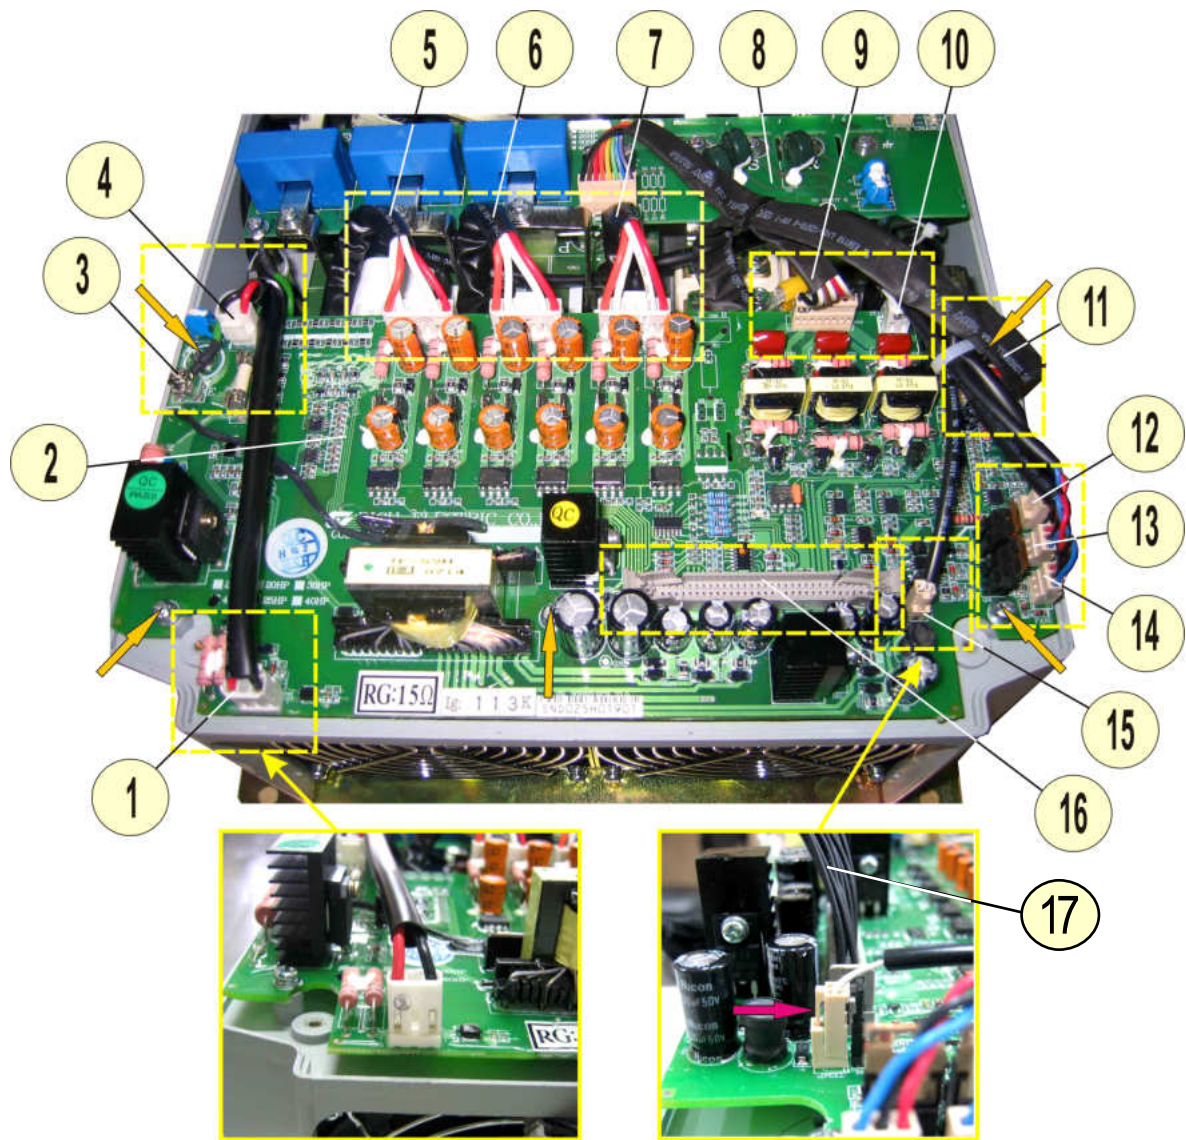

Рис. 6.7
6.6.1. Отсоединить жгут контроля предохранителя от разъёма CN5 на плате драйверов (поз. 1 на рис. 6.7).
6.6.2. Отжать в стороны боковые фиксаторы разъёма CN7 на плате драйверов (поз.16 на рис. 6.7). Отсоединить жгут платы ЦП (поз. 17 на рис.6. 7). Положить жгут в тару.
6.6.4. Отсоединить жгут питания платы драйверов от разъёма CN4 на плате (поз.4 на рис.6.7).
6.6.5. Отсоединить поочередно жгуты управления IGBT от разъёмов CN1...CN3 на плате (поз. 5, 6 и 7 на рис. 6.7).
6.6.6. Отсоединить жгут управления диодно-тиристорными модулями от разъёма CN9 на плате (поз.9 на рис. 6.7).
6.6.7. Отсоединить провод цепи предзаряда от разъёма TB1 (поз.10 на рис. 6.7).
6.6.8. Отсоединить жгут токовых датчиков от разъёма CN10 (поз.11 на рис. 6.7).
6.6.9. Отсоединить жгут датчика тока шины «+» от разъёма CN8 (поз.12 на рис. 6.7).
6.6.10. Отсоединить жгуты вентиляторов от разъёмов FAN1 и FAN2 (поз.13, 14 на рис. 6.7).
6.6.11. Отсоединить жгут датчика температуры от разъёма TEMP на плате (поз.15, рис. 6.7).
6.6.12. Выкрутить пять винтов крепления платы драйверов 2 (рис. 6.7), снять плату драйверов. Положить винты и плату в тару.